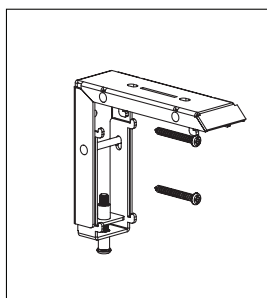

Figure 2
1. **Montage sur des structures porteuses en bois :** Vissez les vis fournies 5x40 mm dans les trous des équerres comme indiqué dans les figures 2 et 3.